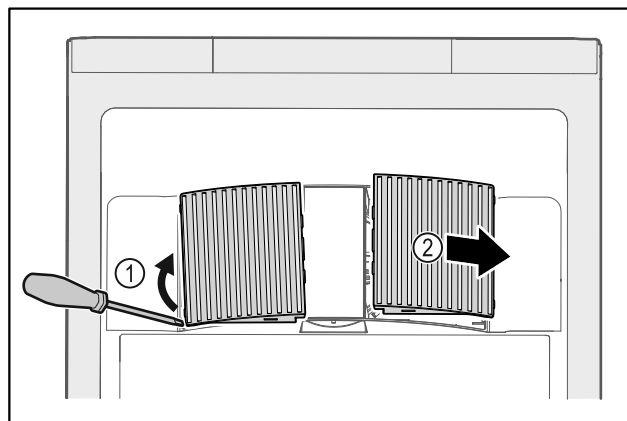

Fig. 171
- ▶ Izceliet uzmanīgi ventilatora pārsegu no sāniem Fig. 171 (1) un noņemiet uz priekšu Fig. 171 (2).